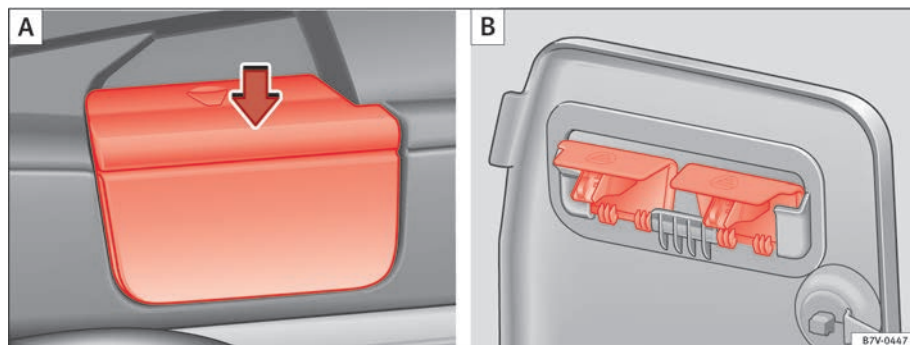

Fig. 92 Retire los soportes de la bandeja (A) y guárdela
- Retire la bandeja del soporte de los revestimientos laterales ⇒ fig. 92 **A**. Para ello, presione la bandeja hacia arriba (flecha) y extraíga-la.